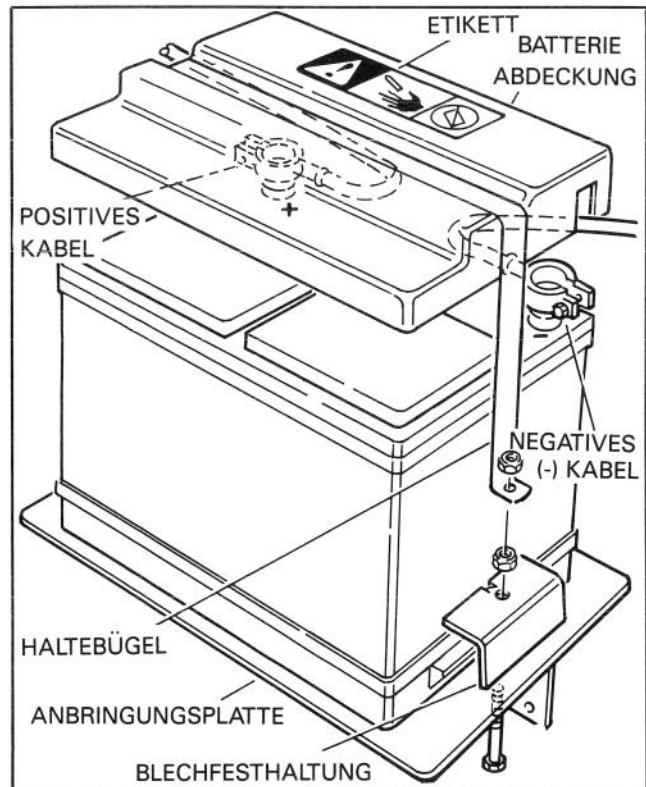

Abbildung 14
23. Rad installieren (falls es entfernt wurde) und das Gerät nach unten kippen. Die Batterie auf die Grundplatte der Schneefräse stellen. Die Batterieklemmen müssen zum Motor zu gerichtet sein (Abb. 14).
24. Das schwarze (negative) Batteriekabel an die negative (-) Batterieklemme befestigen. Das Kabel wie in Abb. 14 gezeigt führen, so daß die Batterieabdeckung über die Kabel paßt. Die Kabelklammer festziehen.
25. Das rote (positive) Batteriekabel an die positive (+) Batterieklemme, wie in Abb. 14 gezeigt, befestigen. Die Kabelklammer festziehen.
26. Die Batterieabdeckung anbringen und die Batterie mit Kopfschrauben, Blechfesthaltungen und Muttern fest anbringen. Wie in Abb. 14 gezeigt, das Etikett auf der Batterieabdeckung anbringen.
27. Den Batteriehaltebügel auf die Batterieabdeckung anbringen und die Halterungsenden des Bügels auf die Enden der Kopfschrauben schieben (Abb. 14) und mit (2) Muttern sichern.